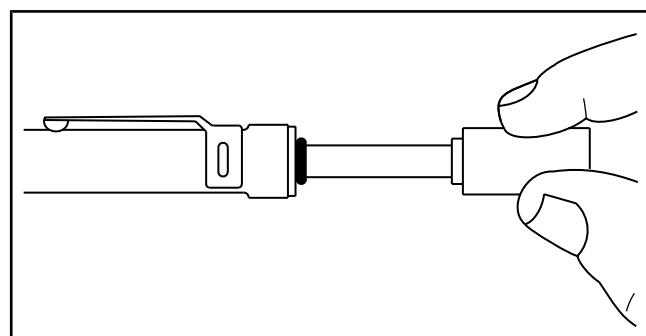

Рисунок 7.05-15: Положение малого уплотнительного кольца
- c. Придвиньте малое уплотнительное кольцо к цилиндрическому корпусу прибора (см. Рисунок 7.05-15).